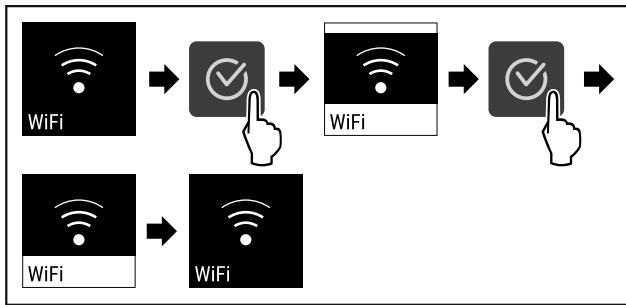

Fig. 86
- ▶ Suivre les étapes (voir Fig. 86) .